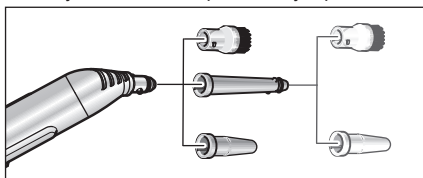

Рис. 6 Насадки для форсунки точечной струи
- Для повышения эффективности процесса чистки при работе с форсункой точечной струи (D1) данную форсунку можно использовать с удлинителем (D2), круглой щеткой (D3) или высоконапорной форсункой (D4) (см. рис. 6).